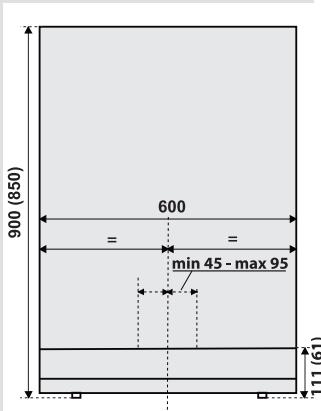

рис. 2
- Тримаючи скляні дверцята за нижній край, акуратно підніміть дверцята щоб зняти їх із кріплення. (Рис. 2)
Перед установкою ми рекомендуємо розмістити прилад і вирівняти його відповідно до ваших вимог за допомогою регульованих ніжок (див. розділ Встановлення рівня приладу та додаткова підтримка). Будь ласка, зверніться до рис. 2, що ілюструє розміри вбудованого приладу зі встановленням кутовим кронштейном і повністю втягнутими регульованими ніжками.
- Олівцем позначте середину приладу на стіні через отвір в нижній частині приладу. Потім зробіть іще одну позначку на відстані від 45 до 95 міліметрів правіше від середини (рис. 2).